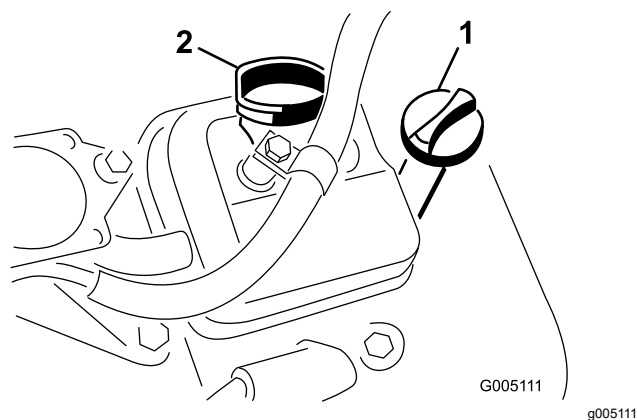

Figura 29
3. Insira a vareta no tubo da vareta e enrosque-a no tubo (**Figura 29**).